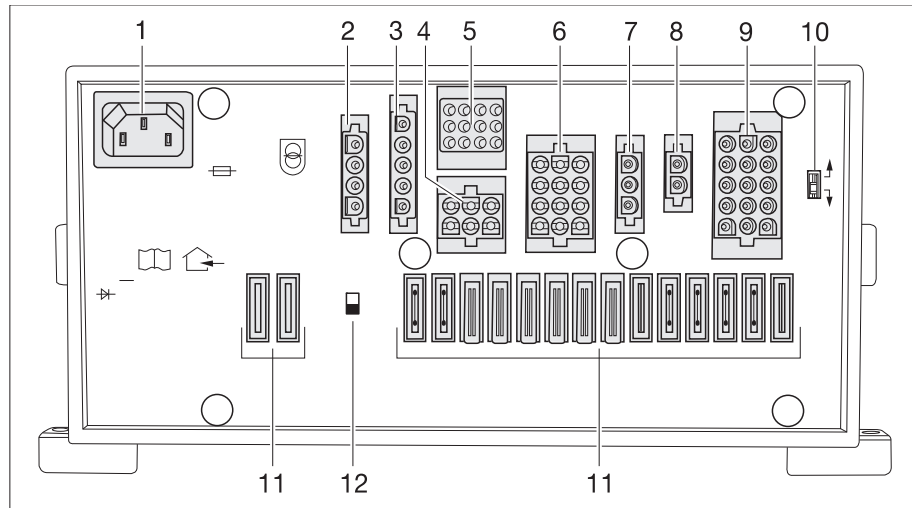

Fig. 241 Bloc électrique (EBL 119)
- ▷ L'interrupteur-séparateur de batterie (Fig. 241,12) coupe du réseau 12 V tous les consommateurs raccordés au bloc électrique.
- ▶ Si le sélecteur de batterie (Fig. 241,10) est mal réglé, il peut se former du gaz détonant. Risque d'explosion !
Avec le sélecteur de batterie (Fig. 241,10), on peut régler le chargeur dans le bloc électrique sur le type de la batterie de cellule incorporée dans le véhicule ("plomb acide", "plomb gel" ou AGM).